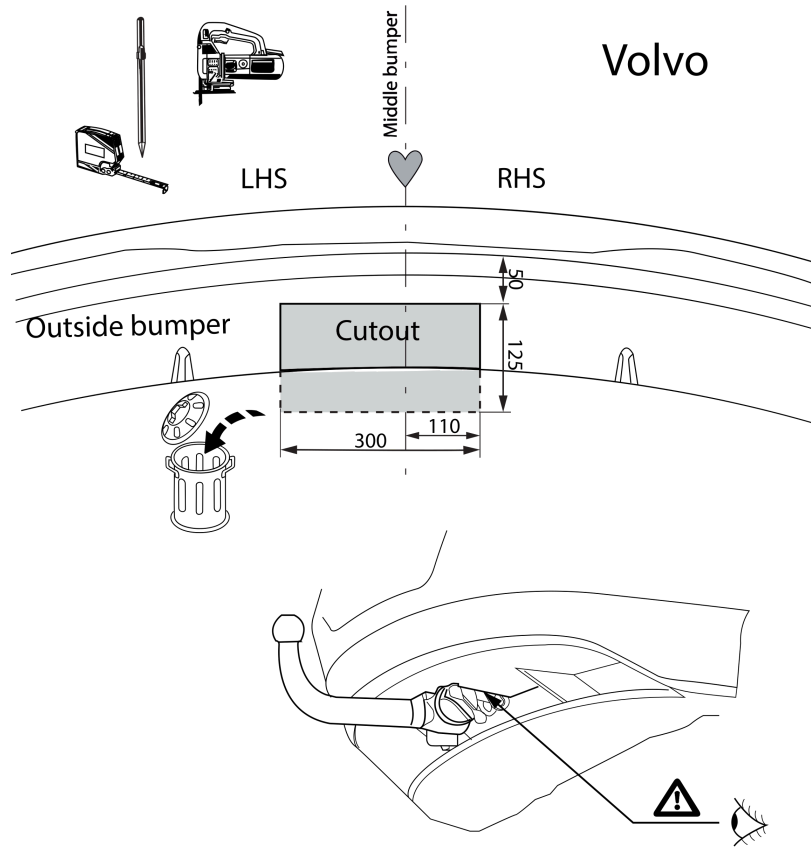

Fig. 3
8. Выпилить обозначенную часть, как указано на рис. 3,4,5.